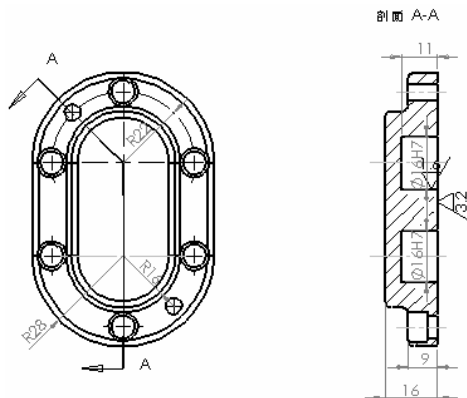

图 15-43 更改尺寸属性
❸ 选择视图中的所有尺寸，如图 15-41 所示，在“尺寸”属性管理器中的“尺寸界线/引线显示”面板中选择实心箭头，如图 15-42 所示。单击确定按钮，修改后的视图如图 15-43 所示。